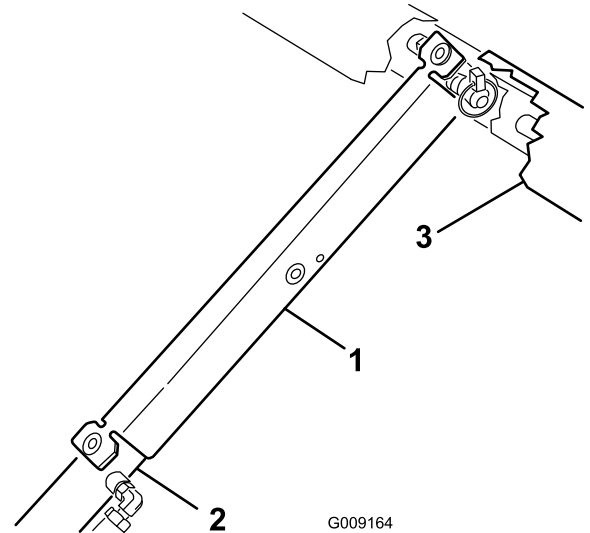

Figure 29
3. Poussez la béquille de sécurité du plateau sur la tige du vérin et appuyez bien les pattes d'extrémité contre l'extrémité du corps du vérin et l'extrémité de la tige du vérin (Figure 29).